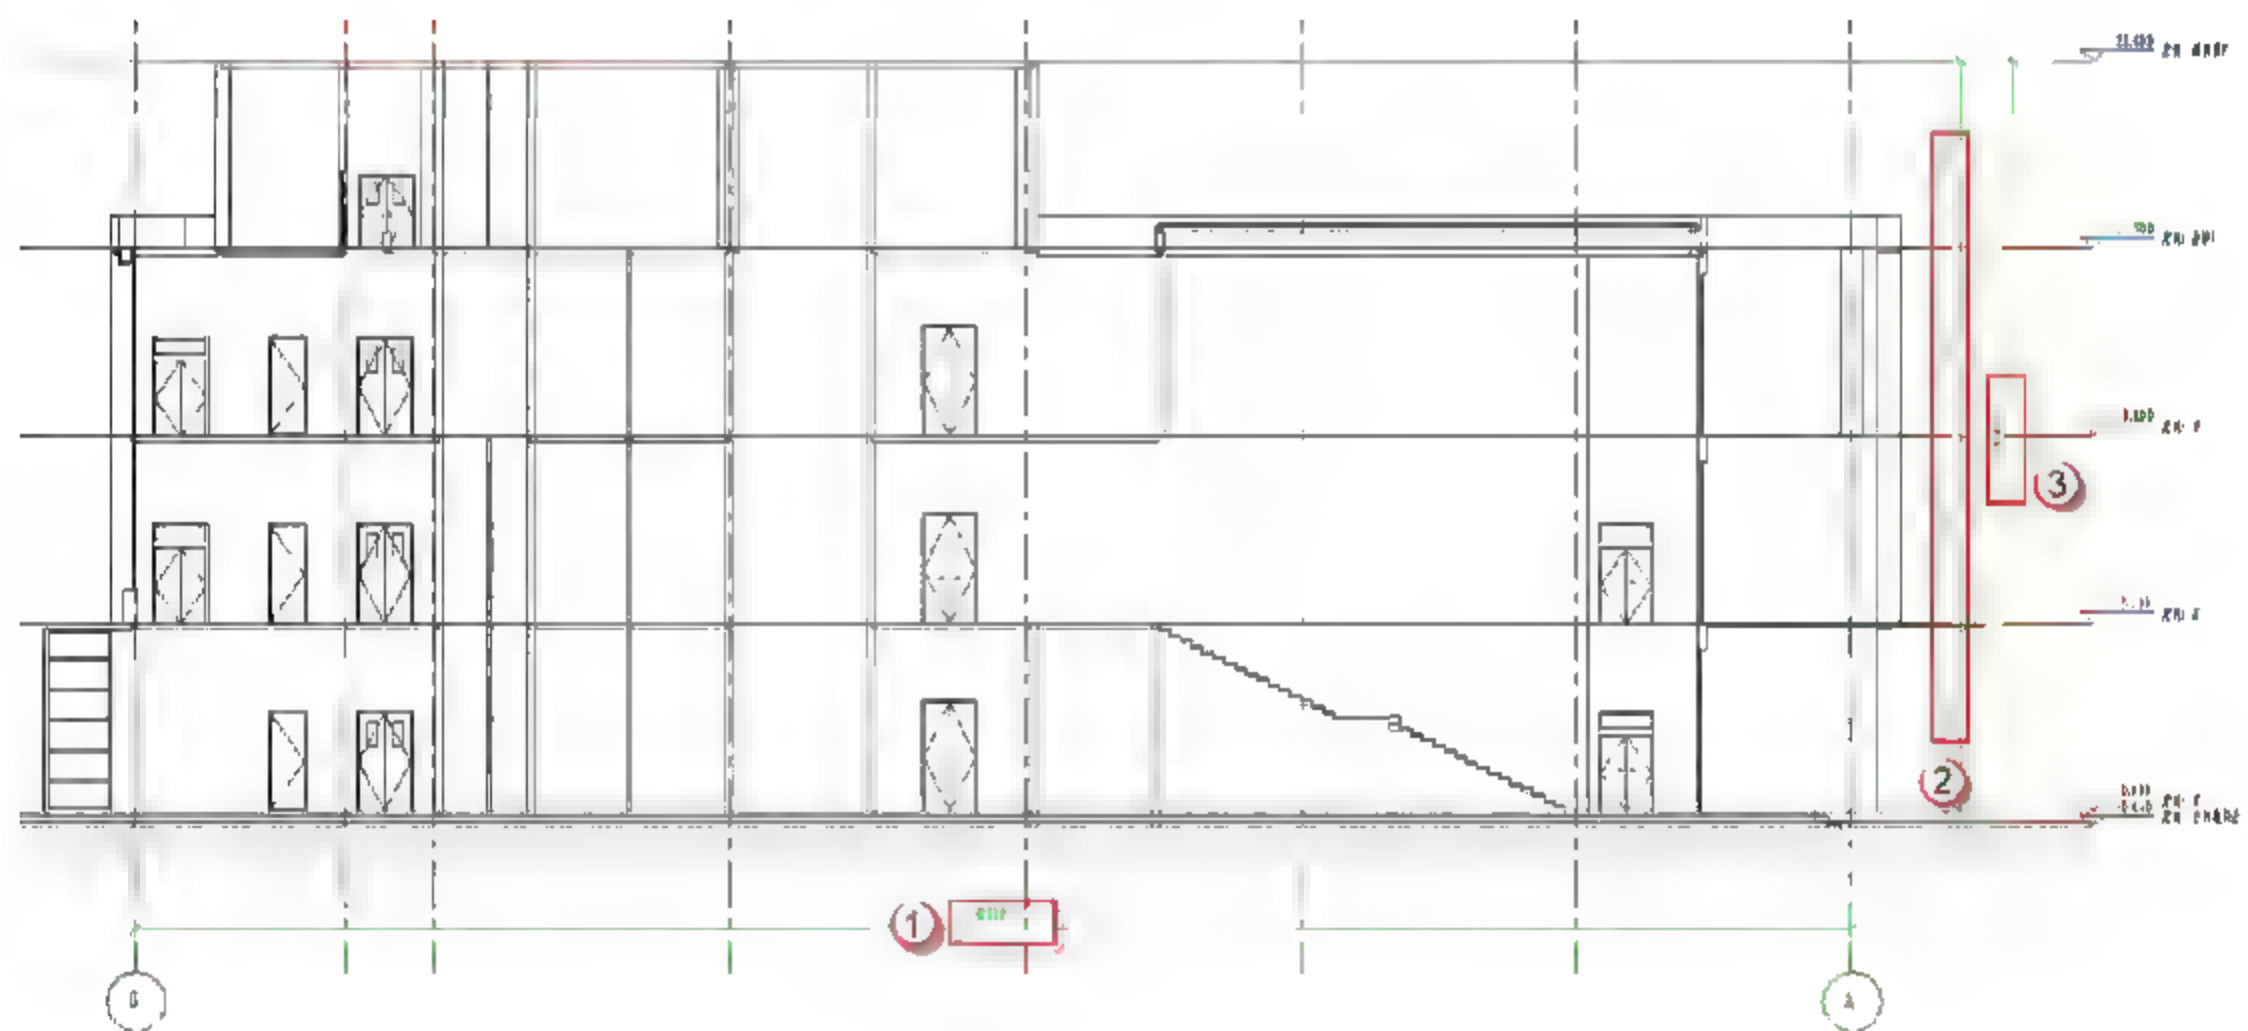

图 13.1.26 剖面尺寸标注
(5) 剖面尺寸标注。按快捷键 D+I, 系统会自动调用上次操作的标注样式,移动视图到右侧,从下向上标注纵向的尺寸,然后对 G~A 轴的剖面总体尺寸进行标注,完成后如图13.1.26所示。